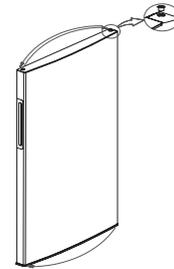

Abb. 8
7. Die obere Hülse samt Stopfen wieder einsetzen (Abb. 8) (Es kann der zusammen mit dem Bedienhandbuch gelieferte neue Stopfen für Hülsen verwendet werden). Die untere Hülse entfernen und auf die linke Seite ummontieren (Abb. 8).